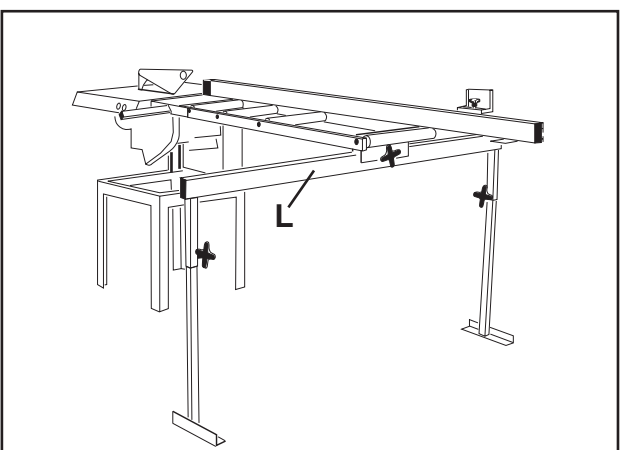
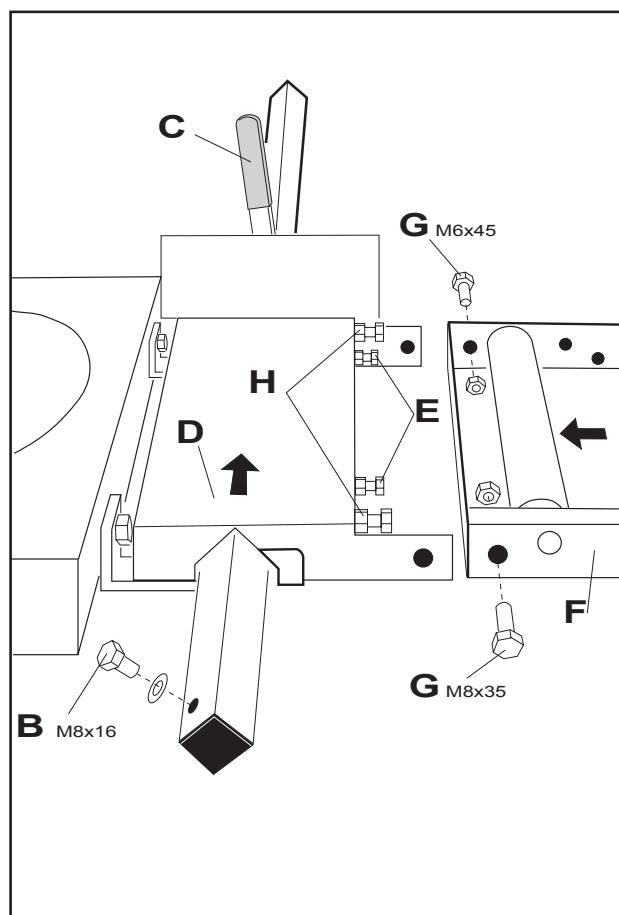

Fig. 4
Fig. 2
- Handtaget monteras på lyftarmen (fig 2).
- Lossa skruvarna och passa in övre klingskyddet enl fig 4 och 5. Se till att skruvarna är ordentligt fastdragna.
- Skruva ut stoppskruven B (fig. 2).
- Sätt upp bocken L (fig. 4) för stöd vid montering av rullbordet F (fig. 2). Fäst rullbordet vid rullanlägget med skruvarna och muttrarna G (skruva ej för hårt).
- Sänk bocken L (fig. 4), och skjut anhållet på plats. Höj bocken igen.
- Justera benen på bocken L (fig. 4) så att bågge kullagren ligger an mot bocken.